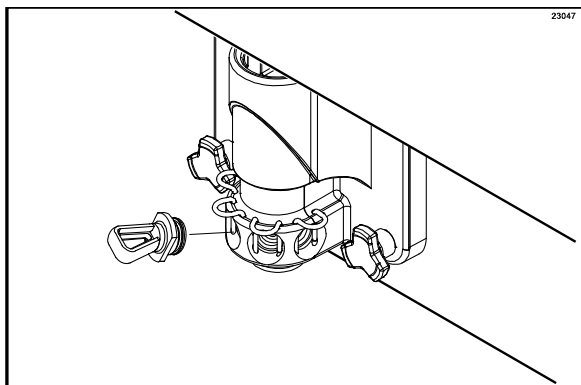

Figure 59
15. Soulever chaque goupille de retenue. Placer les bouchons d'orifices à sirop sur les orifices à sirop de la porte de l'unité. Baisser les goupilles de retenue pour maintenir les bouchons d'orifices à sirop dans la porte (Cf. Figure 59).